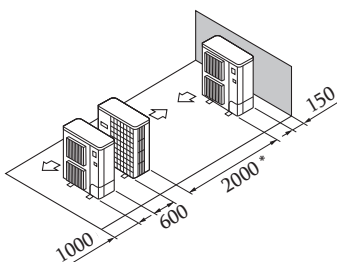

Fig. 2-12
⑤ Բլոկների դասավորությունը մեկ հորիզոնական շարքով (Fig. 2-12)